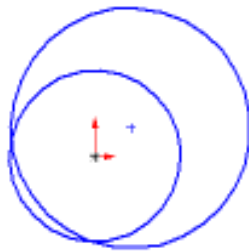

图 2-2 草图绘制
2. 绘制草图。选择 Front 基准面，然后单击  或者执行 Insert → Sketch 命令进入草图绘制。选择圆形命令，绘制一个圆形，它的圆心和原点重合。再绘制一个圆形，半径略比第一个圆形要大，位置不限，如图 2-2 所示。